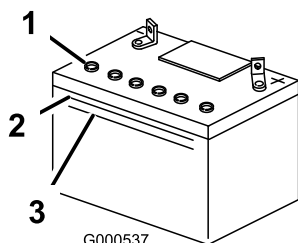

Figura 43
1. Osservate il fianco della batteria. L'elettrolito deve raggiungere la linea **superiore** (Figura 43). Non lasciate scendere l'elettrolito sotto la linea inferiore (Figura 43).
3. Togliete i tappi di spurgo dalla batteria (Figura 43).
4. Aggiungete lentamente acqua distillata in ogni elemento della batteria finché l'elettrolito non raggiunge la linea superiore (Figura 43) sulla scatola della batteria.
5. Attendete cinque o dieci minuti dopo avere riempito gli elementi della batteria. All'occorrenza, aggiungete acqua distillata finché l'elettrolito non raggiunge la linea superiore (Figura 43) sulla scatola della batteria.